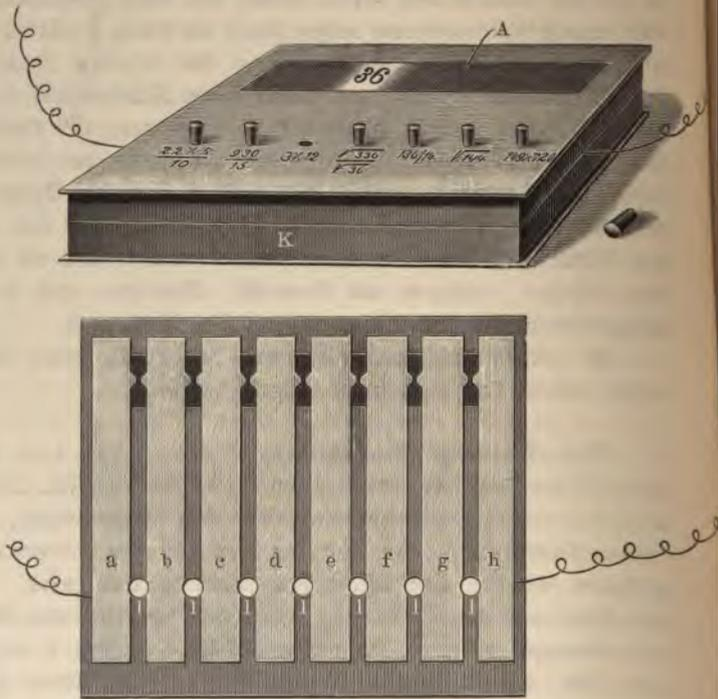

Fig. 122. Elektrische Rechenmaschine.
**Der elektrische Rechenmeister.** Ein 3 bis 4 cm hohes Pappkästchen von der Größe etwa dieses Buches (Fig. 122, K a. f. S.) erhält an seinem einen Ende den schligförmigen, 3 cm breiten Ausschnitt *A*, der von der Vorderseite mit einem etwas größeren Streifen von festem Pauspapier verklebt wird. Wir betrachten nun den Deckel von innen und bemerken eine Anzahl nebeneinander geklebter Stanniolstreifen (*a, b, c, d* u. f. w.), die noch über den Ausschnitt hinwegreichen und hier kleine Zacken aufweisen, mit denen sie sich bis auf etwa 1 mm nähern. Sonst mag der Abstand der Streifen voneinander 3 mm betragen. Die Breite der Streifen richtet sich nach ihrer Anzahl und diese wiederum hängt von der Menge der Aufgaben ab, die der Apparat lösen soll. Darauf werden, und zwar von der Rückseite her, so daß sie immer je zwei benachbarte Streifen fassen, die Löcher *l* mit einem geschärften Messingrohr durchgestanzt. Der erste und letzte Stanniolstreifen wird mit dem Knopf beziehungsweise mit